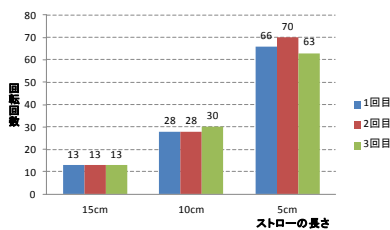

図 7 ストローの長さによる回転回数の変化
(1) ストローの長さ、回転回数は図 7 のようになった。ストローの長さが長いとモーメントが大きくなり、回転に有利にはたらくと予想したが、結果は逆だった。ストロー中を流れる水の速さが、摩擦で小さくなった